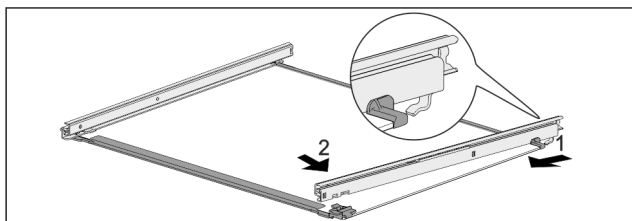

Fig. 121 Glassplate med skinner
- ▶ Hekt inn skinne bak. Fig. 121 (1)
- ▶ Hekt inn skinne foran. Fig. 121 (2)